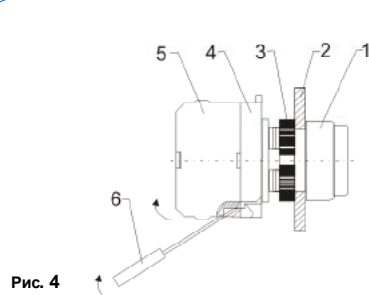

Рис. 4
- 1) С помощью плоской отвертки следует приподнять подвижную защепку контактного элемента, а затем оттянуть контакт от промежуточного корпуса (рис. 4)